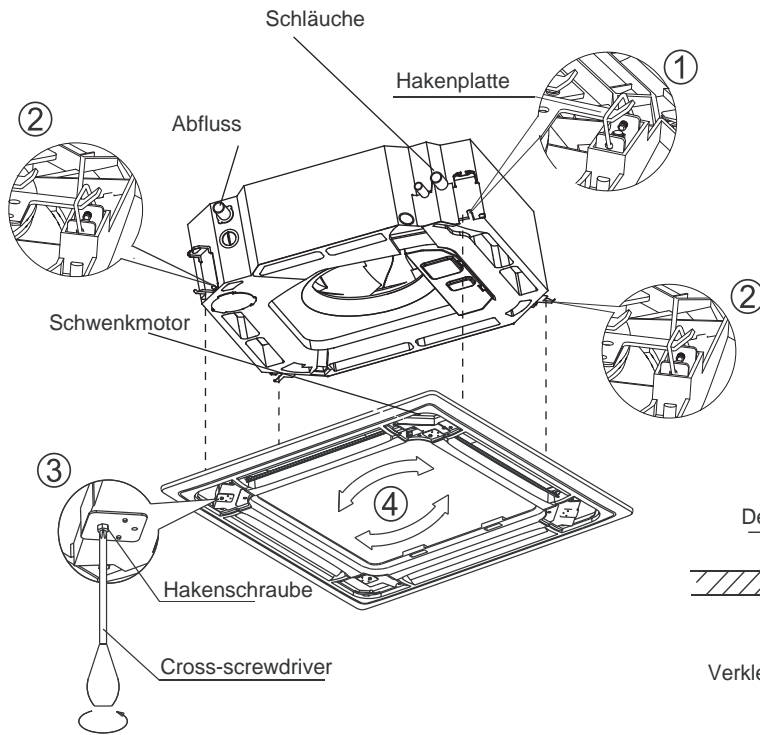

Abb.26
1. Ordnen Sie den Schwenkmotor an der Verkleidung bündig zu den Schlauchverbindungen des Hauptteils an (Abb. 26).